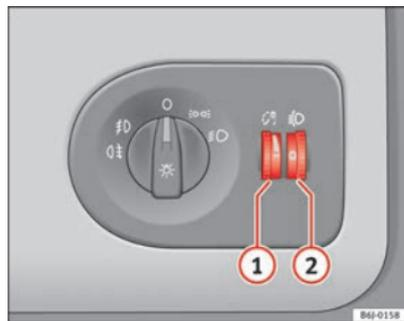

Fig. 55 Tablero de instrumentos: reguladores de la iluminación de instrumentos y mandos y del alcance de los faros
Con las luces encendidas se puede regular la intensidad de la luz de los instrumentos y mandos girando la ruedecilla moleteada → fig. 55 ①.